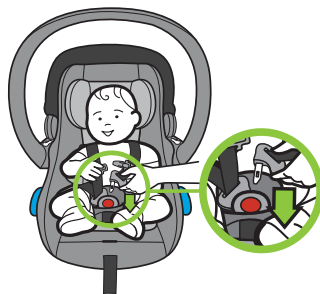

Figura 16
- Inserte las lengüetas de la hebilla en la hebilla de una en una, como se muestra en la **Figura 16**. Debería escuchar un clic después de insertar cada lengüeta de la hebilla.